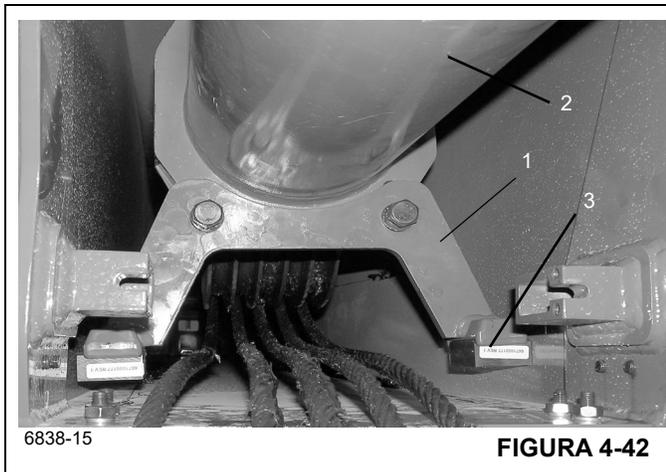

FIGURA 4-42
- 12. Instale el miembro soldado de la pata del cilindro (1), (Figura 4-42) en el cilindro telescópico (2), (Figura 4-42) con dos pernos.
- 13. Baje el cilindro de modo que el miembro soldado de su pata se apoye en las almohadillas de desgaste del soporte (3), (Figura 4-42).